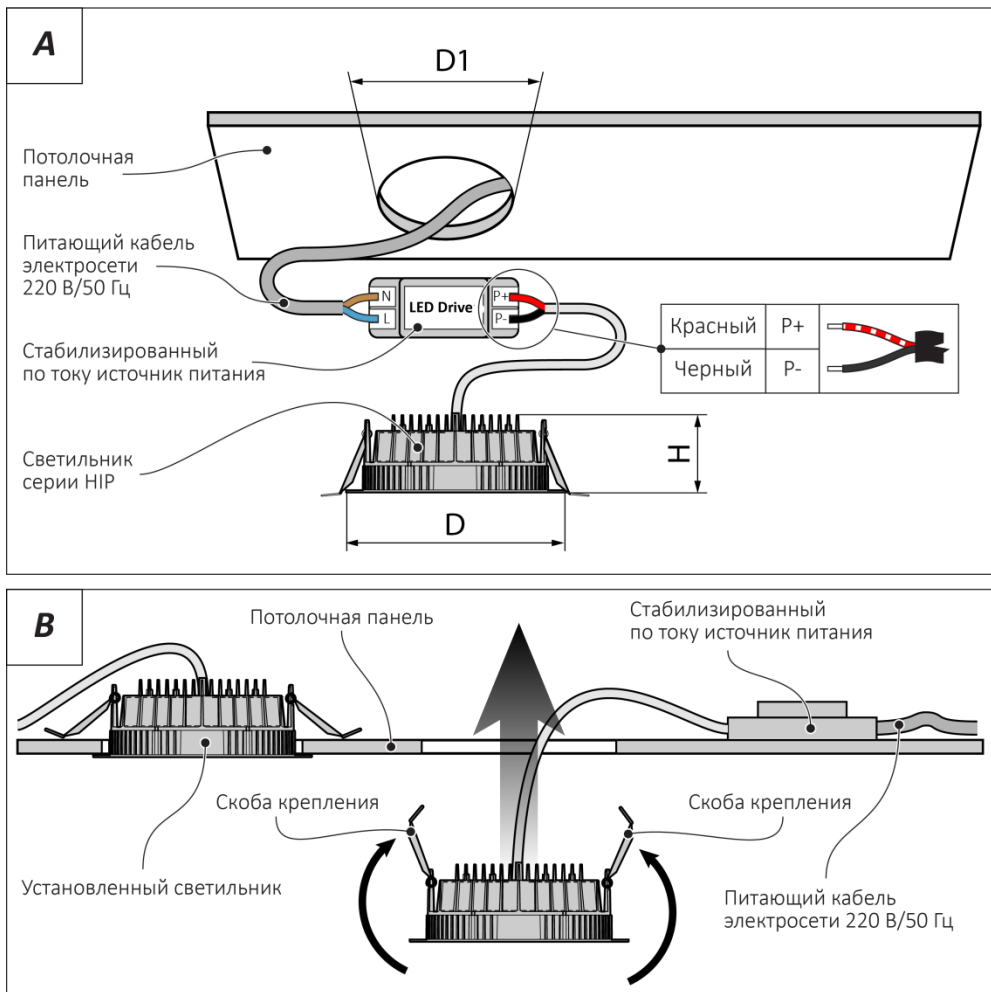

Рисунок 1. Подключение и установка светильника серии NIP.
- А. Подготовьте в потолочной панели отверстие для установки светильника. Выведите из отверстия питающий кабель и подключите к источнику питания. Кабель питания светильника подсоедините к источнику питания соблюдая полярность (см. рисунок 1А).